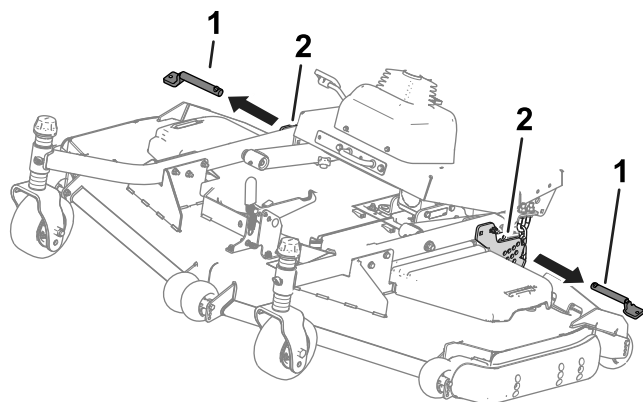

Bild 36
4. Entfernen Sie die Splinte von den Schnitthöhenplatten (**Bild 36**).